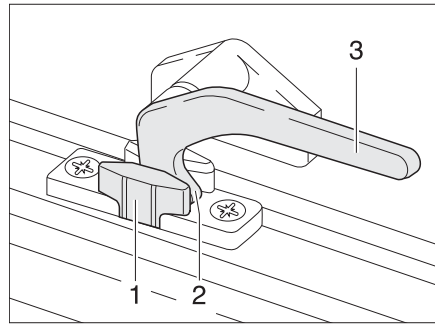
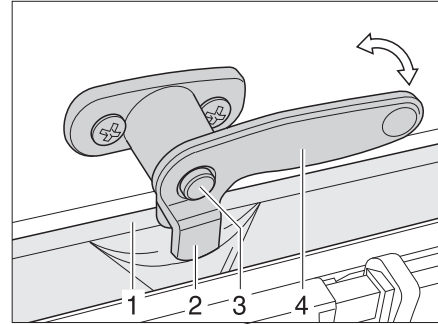

Bild 69 Verriegelungshebel in Stellung "Dauerbelüftung"
Bild 70 Verriegelungshebel mit Sicherungsknopf in Stellung "Dauerbelüftung"
- in Stellung "Dauerbelüftung" (Bild 69)
- Falls vorhanden, den Sicherungsknopf (Bild 70,3) drücken und gedrückt halten.
- Den Verriegelungshebel (Bild 69,3 bzw. Bild 70,4) eine viertel Umdrehung zur Fenstermitte hin drehen.
- Den Verriegelungshebel wieder zurückdrehen. Die Verriegelungsnase (Bild 69,2 bzw. Bild 70,2) dabei in die Aussparung der Fensterverriegelung (Bild 69,1 bzw. Bild 70,1) einfahren.